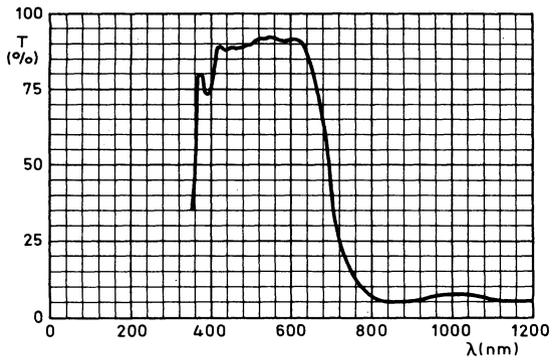

Fig. 3 Courbe de transmission du filtre CALFLEX B1/K1
- 10 - Toutes les mesures sont faites avec un filtre infrarouge placé entre la source lumineuse et la cible. On utilise le filtre Balzers Calflex B1/K1. Pour la bonne reproduction des couleurs, un filtre similaire devra être utilisé dans les caméras couleur (courbe de transmission : Fig. 3).